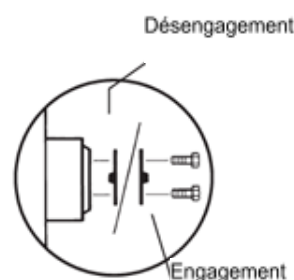

Figure 10-2 Desserrage des freins
- 2) Retournez tous les couvercles séparant les moyeux des roues motrices pour desserrer les freins de roue, comme illustré à la Fig10-2.